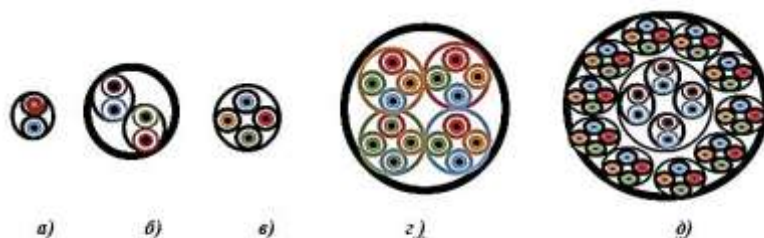

Рис. 6. Типы скруток жил
- **вид скрутки изолированных проводников в группы** (рис. 6):